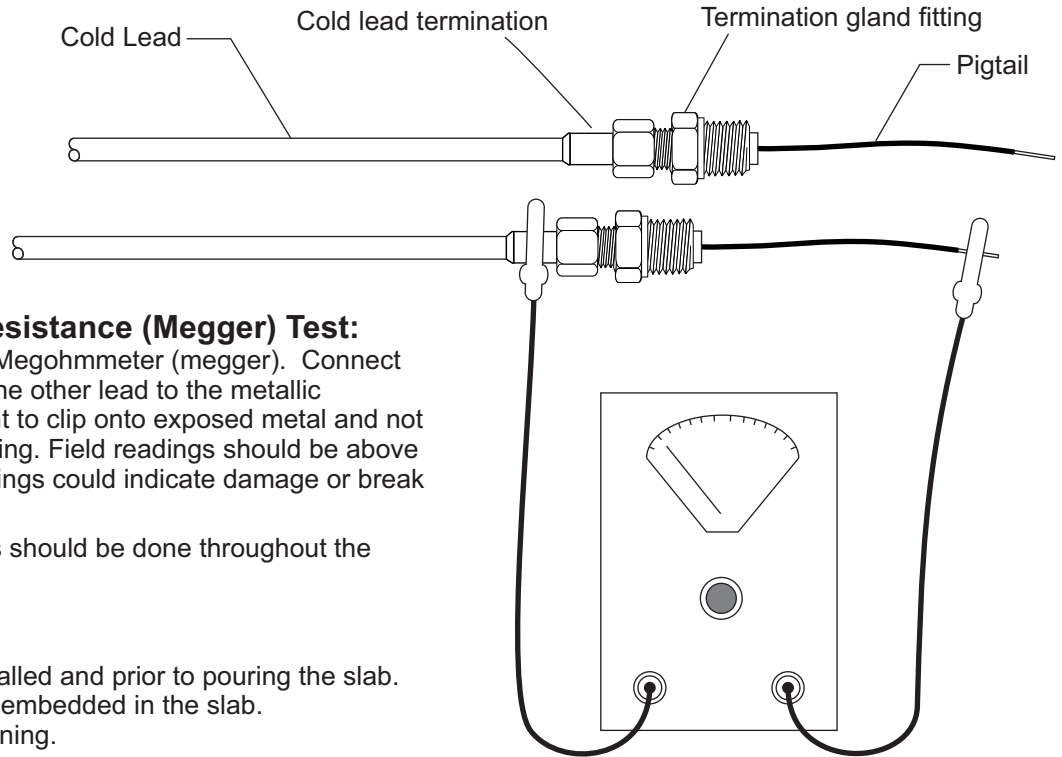

Figure 12
- ② Use 500VDC megger, 200 megohms minimum. See page 21, Figure 12.
① Use 500VDC megger, 200 megohms minimum. See page 21, Figure 12.